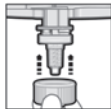
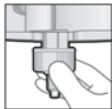

Fig. 3
Fig. 4.1
5. Si la punta de mezclado está bien posicionada (Fig. 3), deslice el anillo de fijación Dynamix sobre la punta de mezclado hasta el tope y gírelo hacia la derecha (1/4 de vuelta) hasta que quede bien fijado. (Figs. 4.1, 4.2, 5)